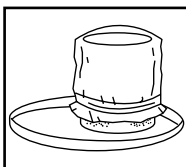

FIGURA 6
14. Deslice el anillo de montaje sobre el filtro hasta que quede en posición contra los bordes del alojamiento de la tapa **FIGURA 6.** No use nunca la manga de hule-espuma sin el filtro reutilizable para aspiración de sólidos.